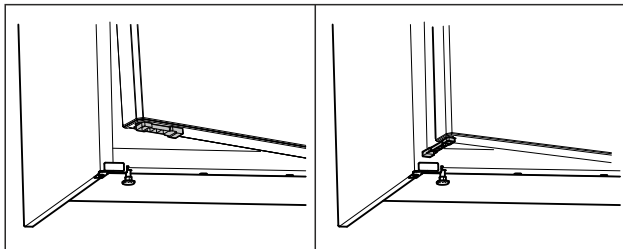

Fig. 68 \*
- ▶ Okrenite graničnik otvaranja vrata za 90°. (pogledajte Fig. 68) \*